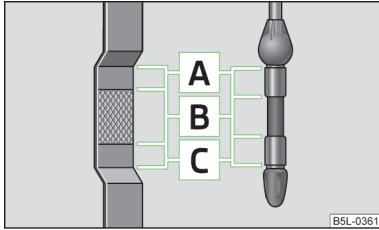

Abb. 99
Der Ölmeßstab zeigt den Motorölstand an » Abb. 99.
- Der Ölstand darf keinesfalls oberhalb des Bereichs **A** » Abb. 99 liegen. Beschädigungsgefahr der Abgasanlage!